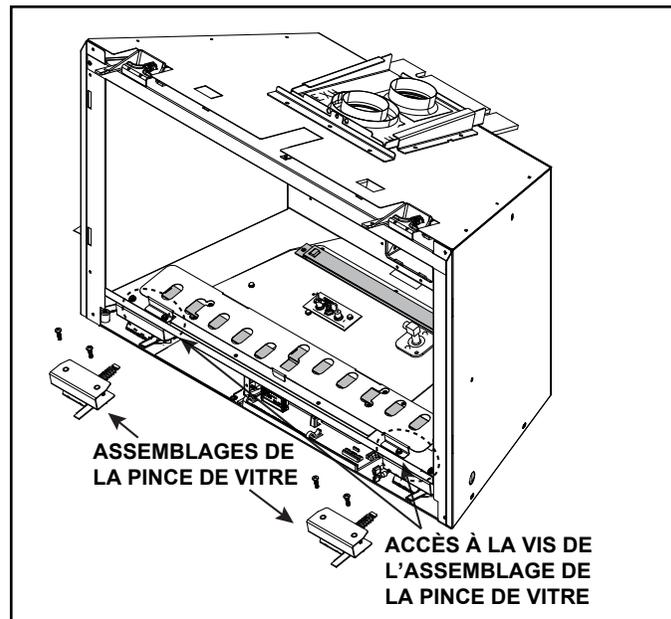

Figure 4.5 Retrait des pinces de vitre
- Les pinces de vitre peuvent être retirées pour un meilleur accès aux composants. Voir Figure 4.5. Faites attention en manipulant la base réfractaire.